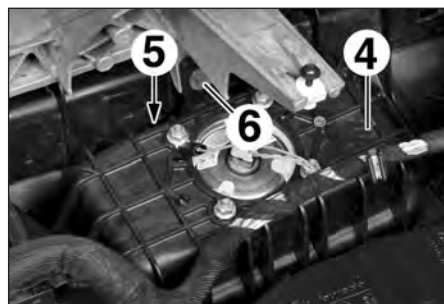

FIG.5
- l'écrou (5) (Fig.5),
- la vis (6),
- l'airbag (4).